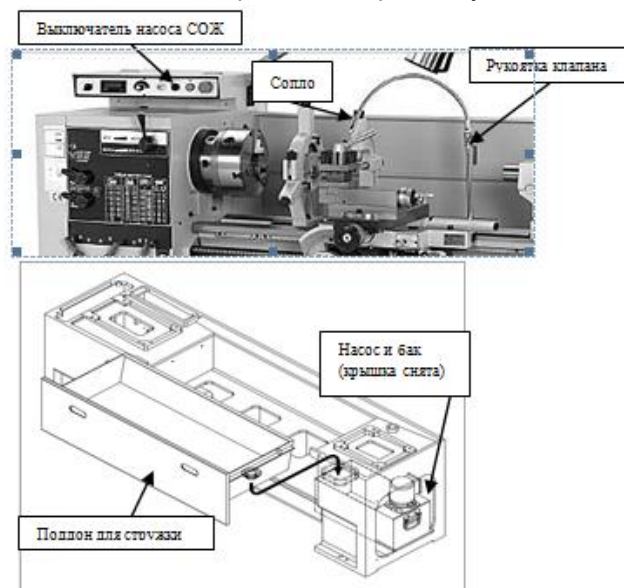
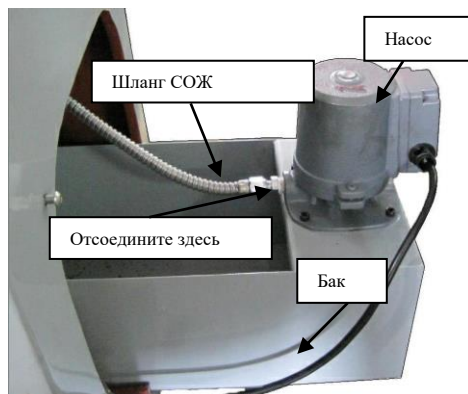

Рис. 84. Система подачи СОЖ, узлы и их расположение
Рис.85. Насос и бак СОЖ.
пан открыт или закрыт, жидкость выходит из сопла и стекает через поддон для стружки в сточный лоток и затем в бак, где снова затягивается насосом. На рис. 84 показаны многие из узлов системы и их расположение. Несмотря на то, что большинство стружки от операций обработки попадает в поддон для стружки и остается там, иногда мелкая стружка смывается в бак. Насос использует сетчатый фильтр, чтобы предотвратить их захват.
5. Снимите крышку, как показано на рис. 84, и выдвиньте бак наполовину из корпуса, как показано на рис. 85.